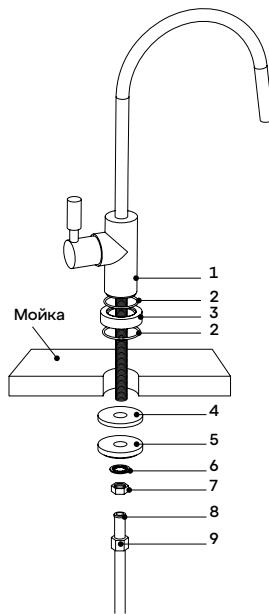

Рис. 4. Схема установки крана для чистой воды
- Наденьте на резьбовой хвостовик крана декоративную подставку (3) с двумя резиновыми уплотнительными кольцами (2) (рис. 4).
- Вставьте хвостовик крана в просверленное отверстие. Под столешницей или раковиной наденьте на хвостовик резиновую прокладку (4), пластиковую (5) и металлическую стопорную (6) шайбы и наверните крепежную гайку (7).
- На трубку с запрессованной латунной втулкой (8) наденьте накидную гайку (9) из комплекта крана для чистой воды.
- Подсоедините к крану (1) конец трубы с запрессованной латунной втулкой и закрепите накидной гайкой (9).